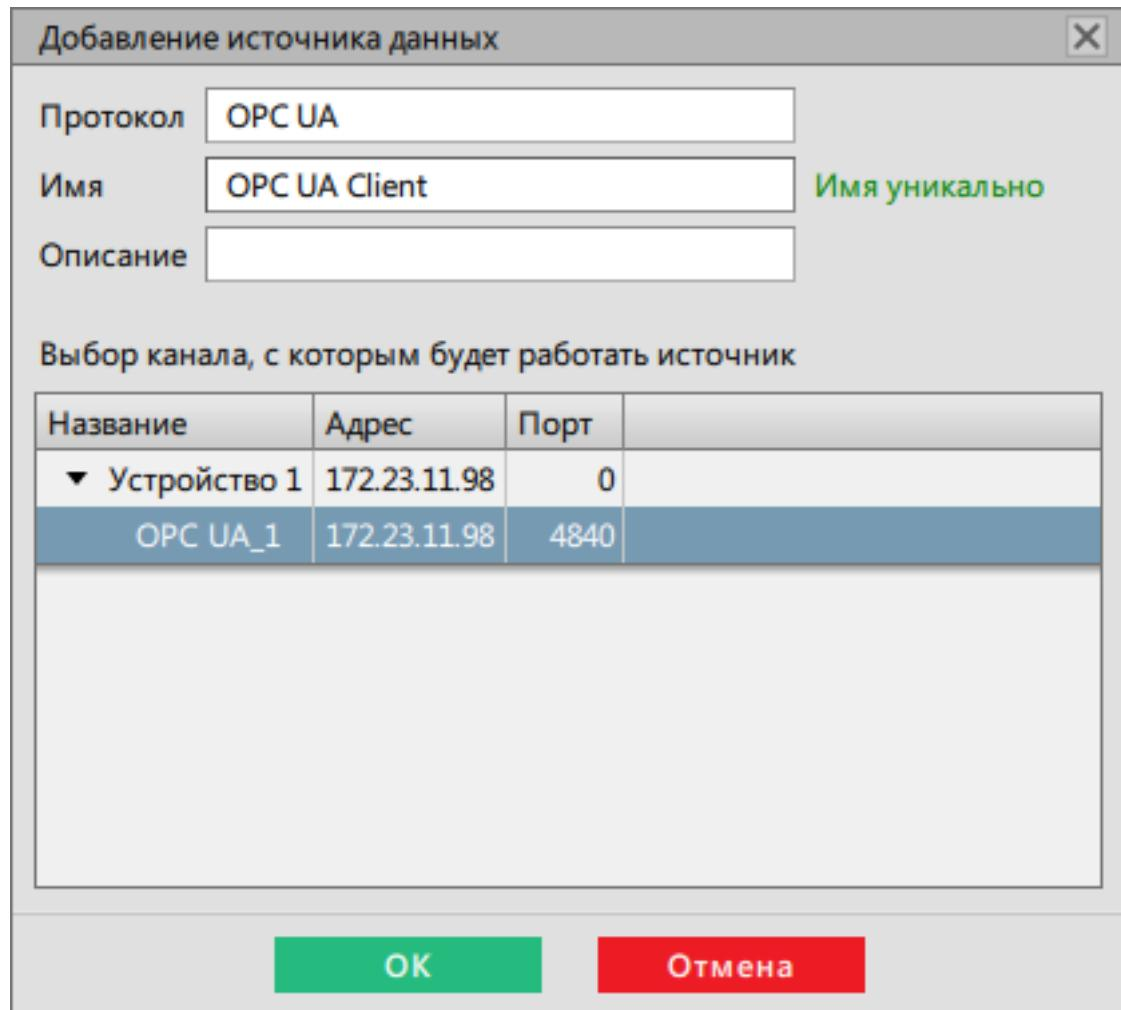

Рисунок 213 - Добавление источника данных
- Настройте источник (Рисунок 213):